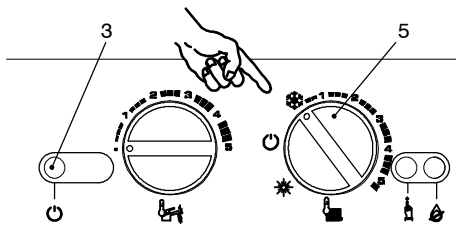

fig. 2.2
- 2 Suministrar fluido eléctrico a la caldera accionando el interruptor bipolar dispuesto en la instalación; El indicador luminoso 3 en fig. 2.2 hace un breve centelleo cada 4 segundos aproximadamente.
- 3 Colocar el conmutador 5 como en la fig. 2.2; el indicador luminoso 3 centellea por intermitencia de aproximadamente dos segundos.